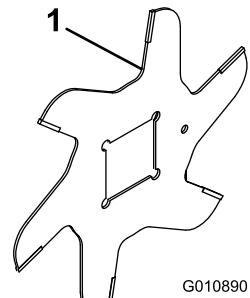

Figura 18
4. Montate la lama successiva ruotata in senso orario in modo tale che il foro di riferimento (Figura 18) non sia allineato al foro della prima lama, bensì sia spostato di un lato sulla sezione quadrata dell'albero.